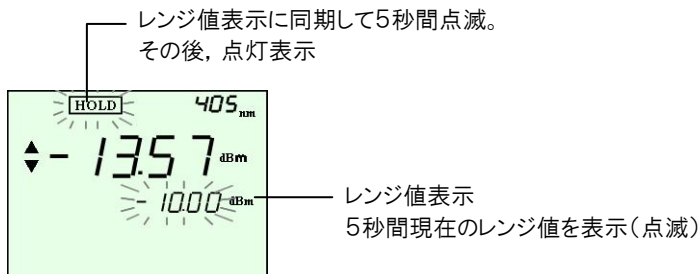

図 3-11 レンジホールド時のレンジ値表示例
5. 図 3-11 のようにレンジを5秒間点滅表示し、元の画面に戻ります。(REF設定がされている場合は、REF値表示に戻ります。)